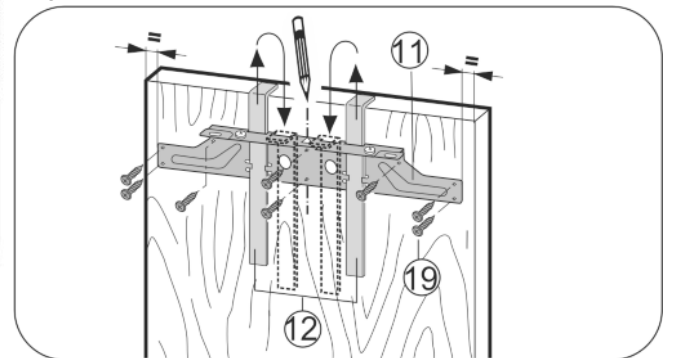

Fig. 18
- ▶ Befestigungstraverse Fig. 18 (11) mit den Montagehilfen Fig. 18 (12) auf die Innenseite der Möbeltür hängen.
- ▶ Befestigungstraverse Fig. 18 (11) mittig auf der Tür ausrichten.
- ▶ Die Befestigungstraverse Fig. 18 (11) mit mindestens 6 Schrauben Fig. 18 (19) festschrauben.
- ▶ Befestigungstraverse Fig. 18 (11) mit 4 Schrauben Fig. 18 (19) am Rand festschrauben.
- ▶ Montagehilfen Fig. 18 (12) nach oben herausziehen und in die danebenliegenden Aufnahmeöffnungen gedreht einschieben.